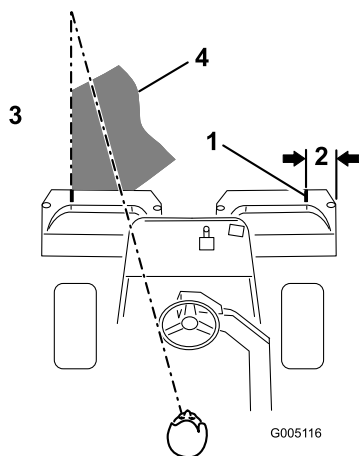

Figure 39
3. Minimisez le chevauchement de la passe précédente lors de la passe de retour. Pour vous aider à conserver une ligne droite en travers du green et à maintenir la machine à égale distance du bord de la passe précédente, établissez une ligne de vision imaginaire à environ 1,8 à 3 m en avant de la machine jusqu'au bord de la partie non coupée du green (Figure 38 et Figure 39). Certains trouvent qu'il est utile de faire passer la ligne de vision par le bord extérieur du volant, c.-à-d. de maintenir le bord du volant aligné avec un point qui est toujours éloigné de la même distance par rapport à l'avant de la machine (Figure 38 et Figure 39).